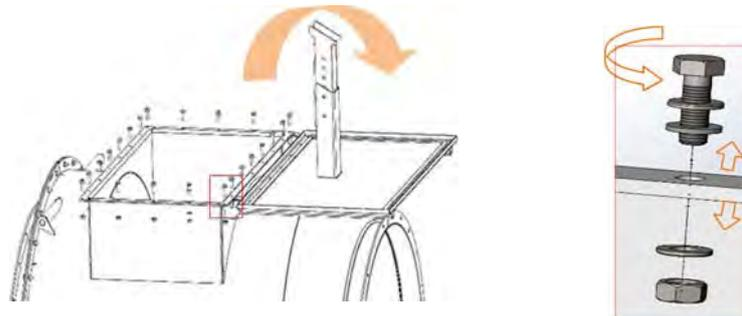

Abbildung 12 : Die Wartungsplatte öffnen
Schritt 1: Öffnen Sie die Wartungsplatte wie in Abbildung 12 dargestellt.